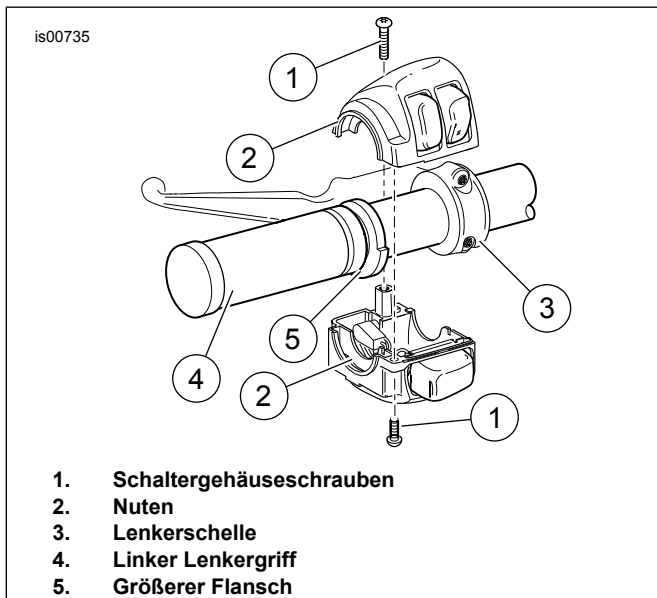

Abbildung 1. Linkes Lenkerschaltergehäuse
1. Siehe Abbildung 1 >. Die zwei Schrauben und Unterlegscheiben entfernen, mit denen die Lenkerschelle (3) an der Kupplungshebelhalterung befestigt ist. Die Schelle abnehmen und die Baugruppe Kupplungshandhebel vom Lenker wegdrücken.
2. Die oberen und unteren Schaltermotorschrauben (1) lockern, jedoch nicht entfernen.